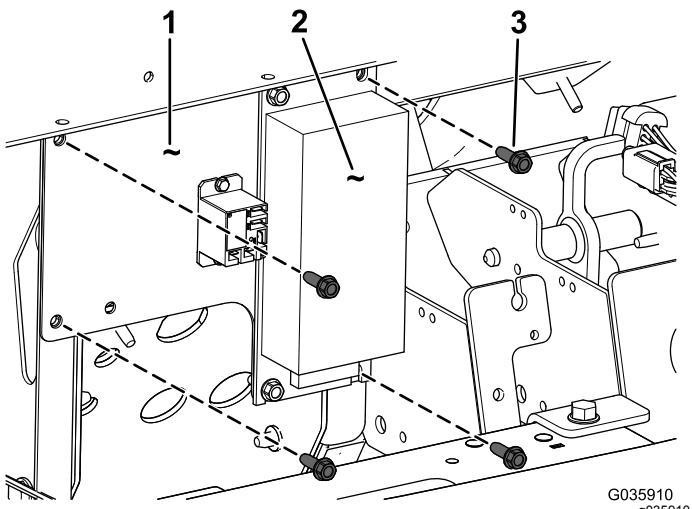

Figure 6
- Fixez le support du convertisseur sur la machine à l'aide de 2 vis autotaraudeuses ($\frac{1}{4}'' \times \frac{3}{4}''$) sur le côté gauche du support et de 2 vis autotaraudeuses ($\frac{1}{4}'' \times \frac{3}{4}''$) sur le côté droit, comme montré à la Figure 6.